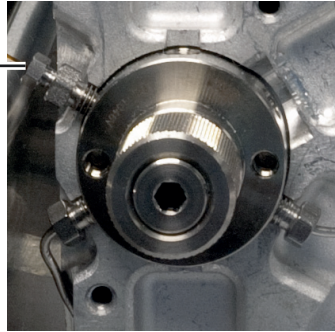

Abb.25. Ventilanschluss 3
- 6 Die Übertragungsleitung wird in 10-Uhr-Position am Ventilanschluss 3 installiert, wie in **Abbildung 25** gezeigt.